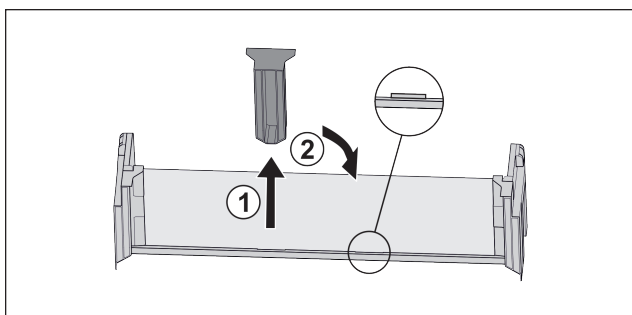

Fig. 124
- Skinite srednji pridrži dio Fig. 124 (1).
- Umetnite srednji pridrži dio na drugom položaj Fig. 124 (2).